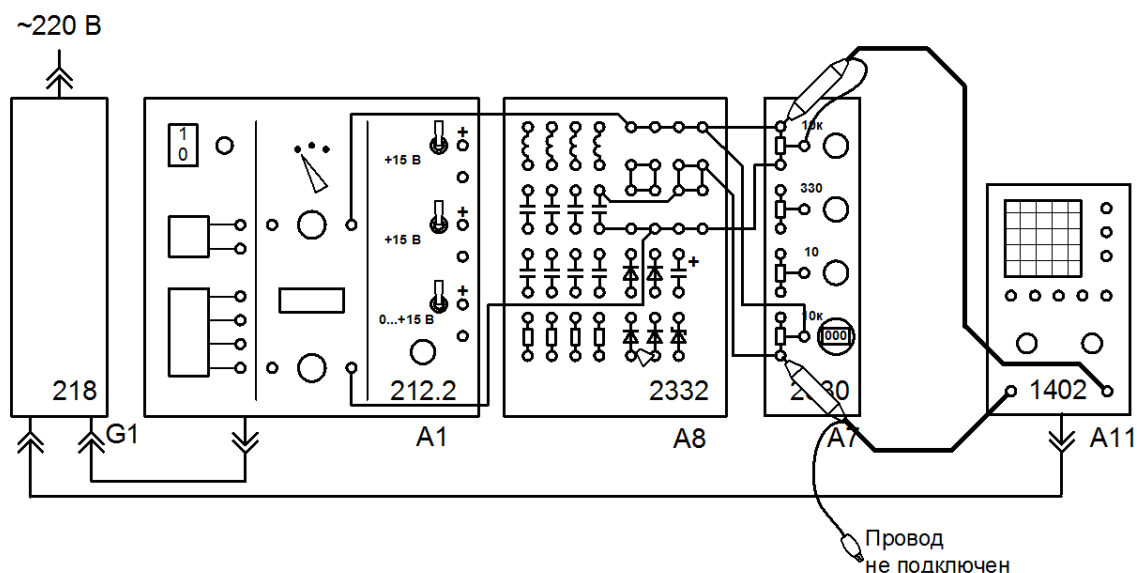

Рис. 2.2. Схема электрическая соединений установки для измерения разности фаз
Схема электрическая соединений лабораторной установки для измерения сдвига фаз приведена на рис. 2.2.
Фазовращающая цепь питается от синусоидального напряжения генератора напряжений специальной формы блока 212.2. Подключение входов X и Y осциллографа к фазовращателю показано на рис. 2.2. Поскольку общие точки обоих входов соединены вместе и подключены к корпусу осциллографа, общий провод одного из входов можно не подключать.
4. Соединить аппаратуру в соответствии со схемой электрической соединений рис. 2.2.